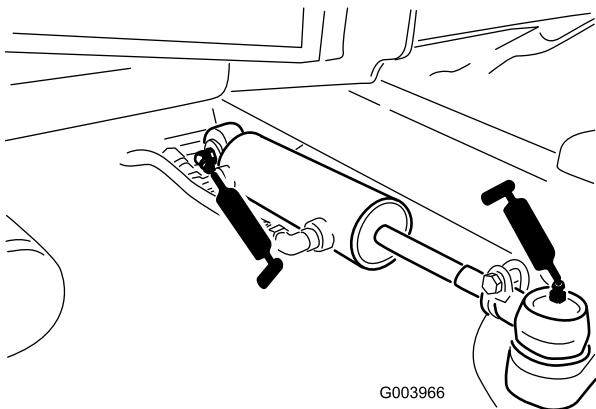

Figura 50
- Giunti a sfera (2) del cilindro di sterzo (Figura 50)